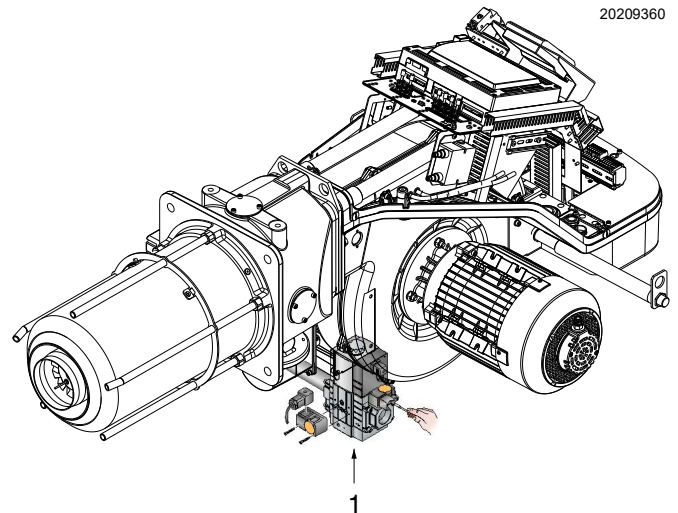

Fig. 32
- Comprobar la presión del suministro de gas conectando un manómetro en la toma presión 1)(Fig. 32) del presostato gas de mínima: debe ser inferior a la presión máxima permitida de la rampa de gas, indicada en la placa de características.
- Purgar el aire del tubo de la rampa de gas conectando un tubo de plástico a la toma de presión 1)(Fig. 32) del presostato gas de mínima.
Orientativamente puede obtenerse de las Fig. 25, Fig. 26, Fig. 27 y Fig. 28 en pág. 29, es suficiente leer la presión del gas en el manómetro en "U" (representado en la Fig. 32 en pág. 33) y seguir las indicaciones.